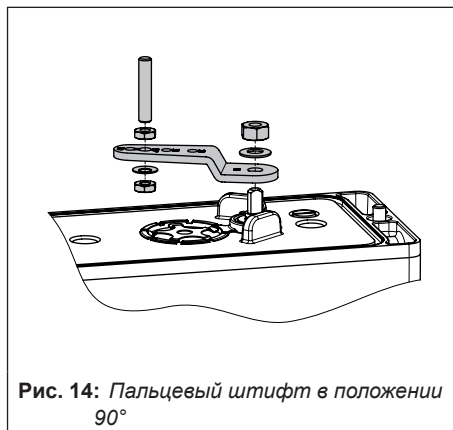

Рис. 14: Пальцевый штифт в положении 90°
1. Зафиксируйте блок адаптера (1) на интерфейсе привода NAMUR с помощью четырех крепежных болтов (2).
2. Установите кулачковую муфту (3) на вал привода. Используйте соответствующий адаптер вала (см. Таблица 6 на стр. 24).
3. Установите кронштейн адаптера (4) на блок адаптера (1) и закрепите его с помощью крепежных болтов (5).
4. Вставьте и закрепите пальцевый штифт в положении 90° на рычаге позиционера (см. Рис. 14). Используйте самый длинный пальцевый штифт, входящий в монтажный комплект.
5. Выровняйте позиционер на кронштейне адаптера (1) таким образом, чтобы пальцевый штифт вошел в кулачковую муфту привода (3).
6. Закрепите позиционер на кронштейне адаптера (4) с помощью крепежных болтов (6).
4. Вставьте и закрепите пальцевый штифт в положении 90° на рычаге позиционера (см. Рис. 14 на стр. 57).
7. Установите реверсивный усилитель Тип 710 (7) вместе с двумя направляющими втулками (8) и зажимной платой (9) на кронштейн адаптера с помощью соответствующих крепежных болтов (10).